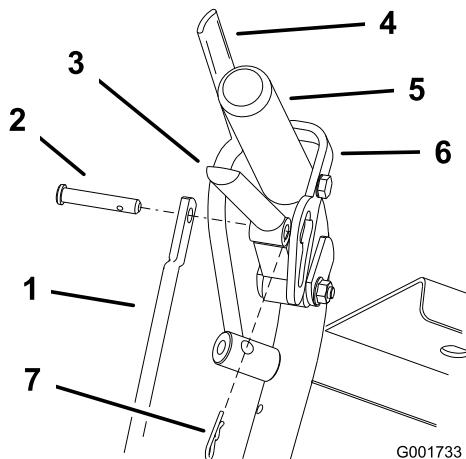

Figura 37
- Ajuste la longitud de la varilla de control soltando la palanca de avance y retire el pasador de horquilla y el pasador. Gire la varilla en el acoplamiento (Figura 37).
- Coloque el pasador en la palanca de avance (Figura 37).
- Instale el pasador de horquilla entre las palancas de avance y los cierres de bloqueo de punto muerto e introduzcalo en el pasador (Figura 37).